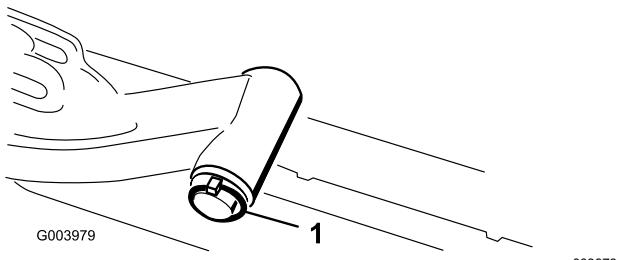

Figura 18
- Togliete la coppiglia ad anello e la rondella che fissano l'albero di articolazione al braccio di sollevamento ed estraete l'albero dal braccio di sollevamento (Figura 18).
- Inserite l'albero del braccio di sollevamento nel braccio di sollevamento e fissatelo con la rondella e la coppiglia ad anello (Figura 18).